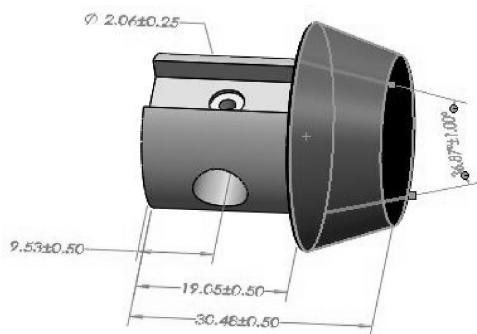

图 5-44 标注锥面的大小尺寸
- 09 在零件的锥面添加大小尺寸（选择锥面即可），如图 5-44 所示。